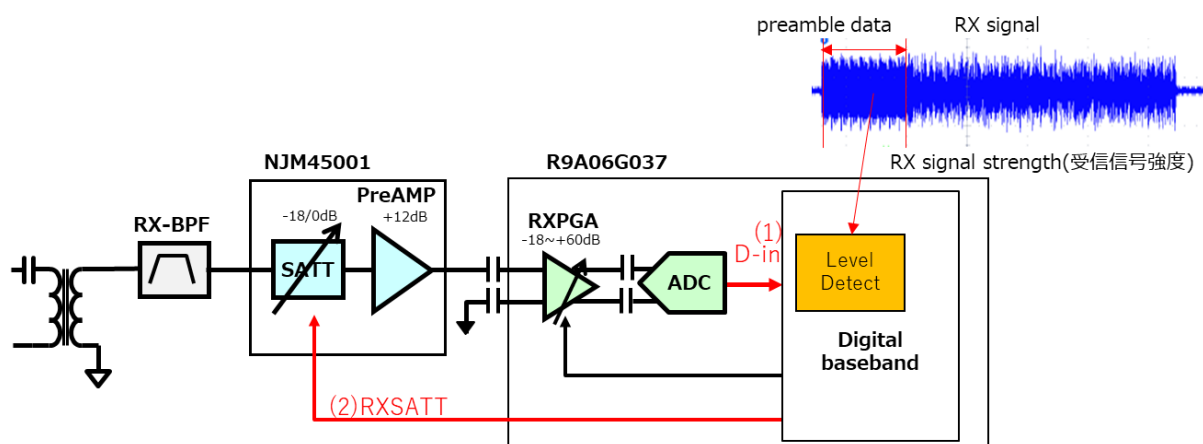
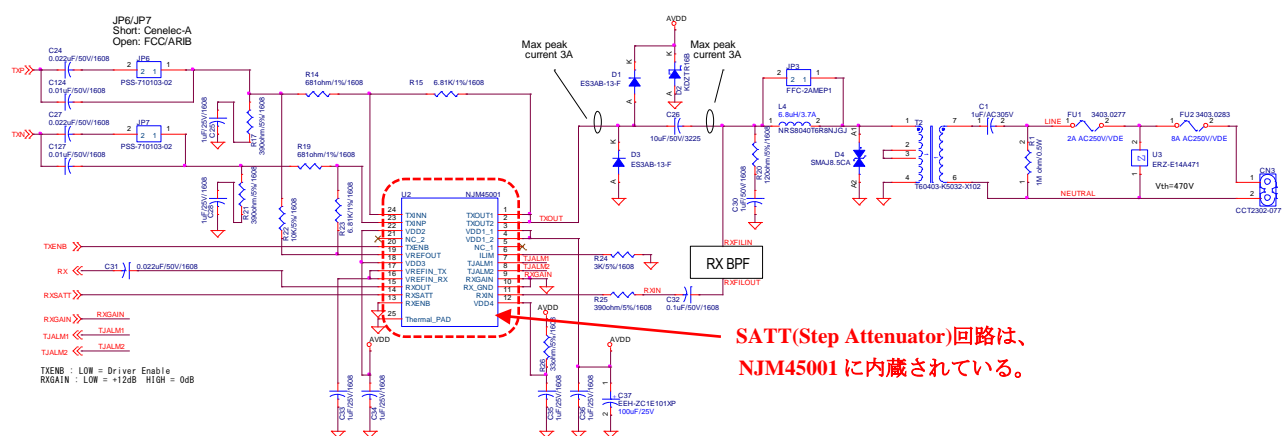

Figure 3-9 Step Attenuator (SATT)の制御方法
Figure 3-10 Step Attenuator (SATT)の回路例
- SATT の制御方法について、Figure 3-9 に示します。
- (1) 受信 preamble データを使用して、デジタルベースバンド部のレベル検出機能で ADC 出力の信号強度が受信回路で飽和する信号レベルを超えているか否かを判定します。
- (2) 受信回路で飽和する信号レベルを超えていた場合に、RXSATT 信号を 0 から 1 に切替えて、SATT の利得を 0dB から -18dB に切り替えることで受信信号を減衰させます。
- PLC ボードに搭載される SATT 回路例を Figure 3-10 に示します。